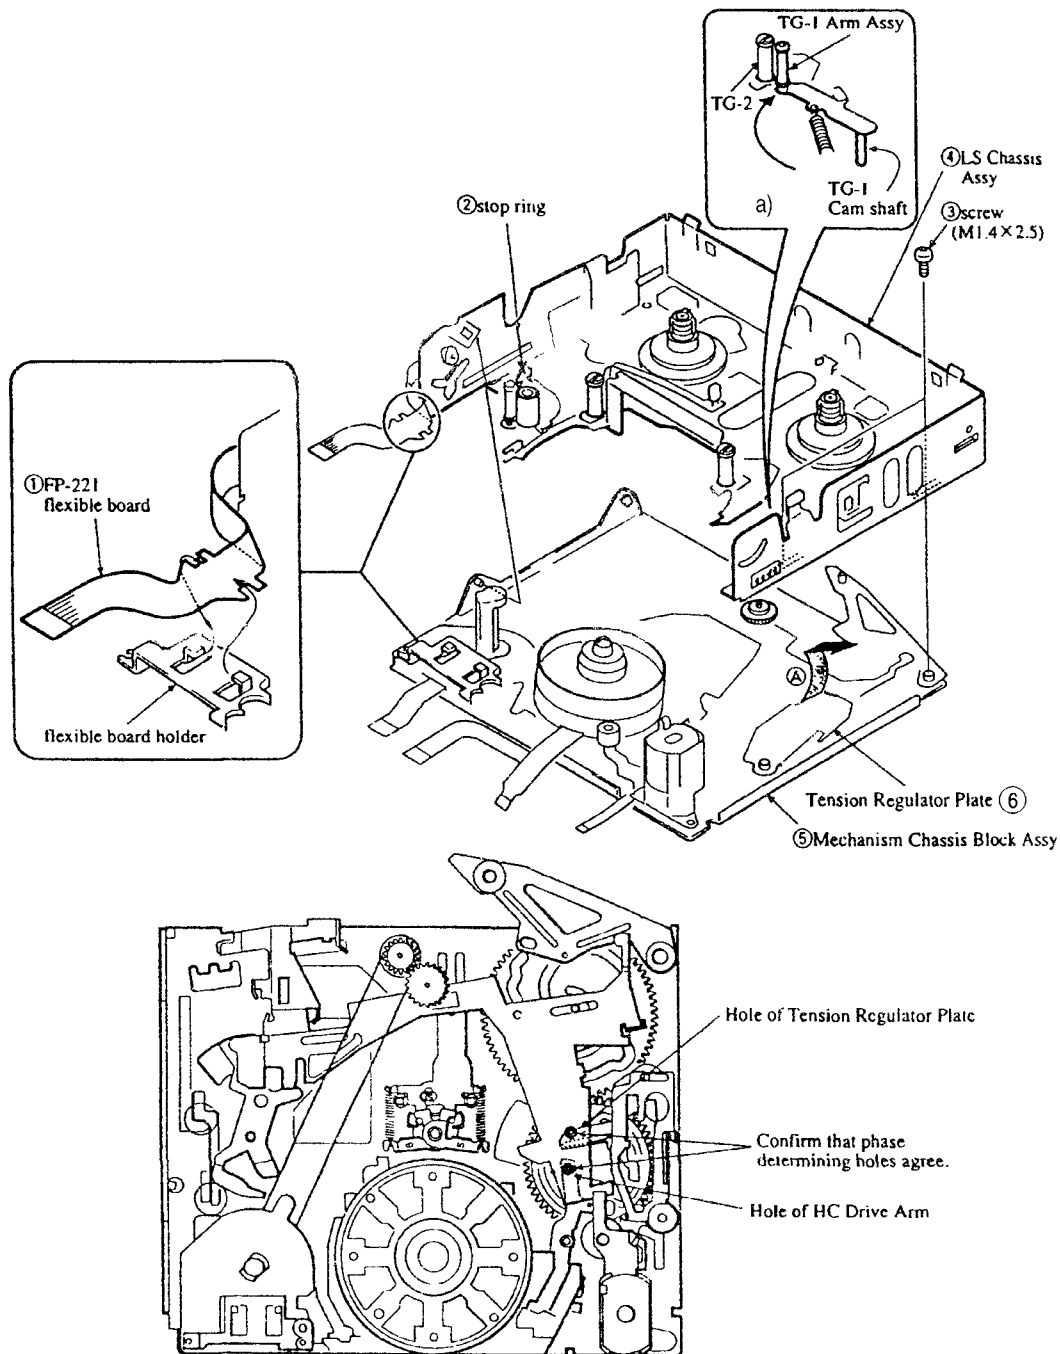

Рис. 7. Демонтаж подвижного шасси
Перед установкой подвижного шасси LS, производимой в обратном порядке, следует убедиться, что идентификационные отверстия, показанные на рисунке, находятся в правильном положении. При установке шасси LS необходимо вставить шип пластины регулятора натяжения в прорезь на шасси, а ось узла эксцентрика (ARM ASSY, TG1, X-3945-395-1) в пластину регулятора натяжения (6), что возможно при нажатии стойки TG-1 в направлении стойки TC2 (см. рис. 7а). В собранном виде рычаг TG-1 не должен свободно качаться.